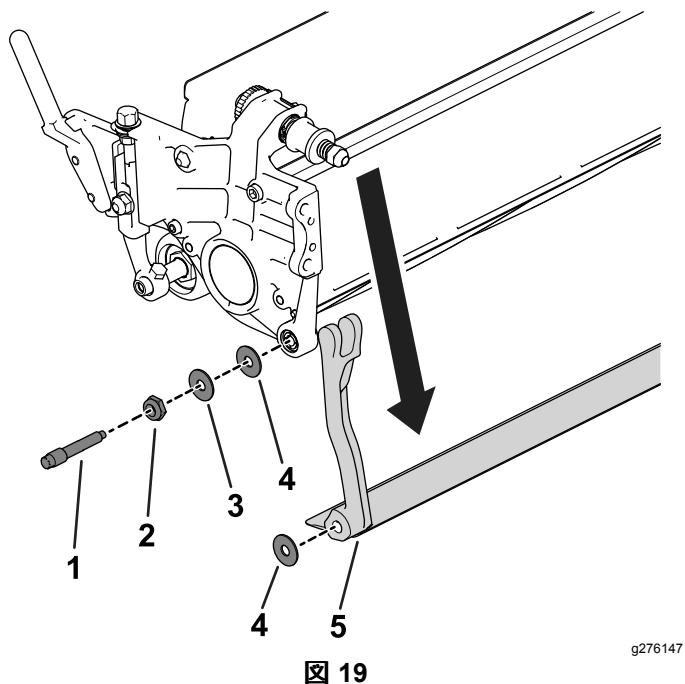

図 19
3. 機体の左右それぞれの側で、図 19に示すロックナットをゆるめる。
4. 各ベッドバーボルトを抜いてベッドバーを下に引き抜いてカッティングユニットから外す図 19。
ベッドバーの両端にそれぞれスチールワッシャ2枚とプラスチックワッシャが1枚ずつあるので注意する図 19。
3. サイドプレートのボスの両側にナイロンワッシャを入れる。その外側からスチール製ワッシャを取り付ける(図 19)。